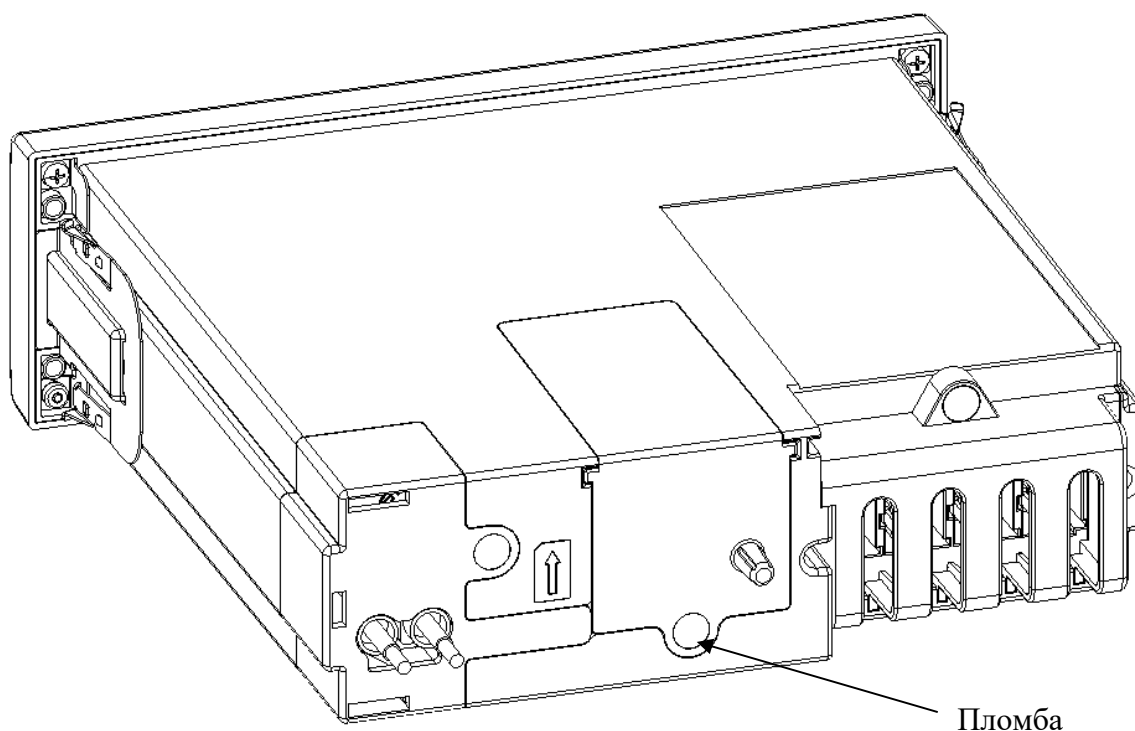

Рисунок 37 – Пломба отсека блока СКЗИ SM100.42.00.00.15
2. Снять пломбу с крышки отсека блока СКЗИ тахографа и выкрутить винт, удерживающий крышку (Рисунок 37).